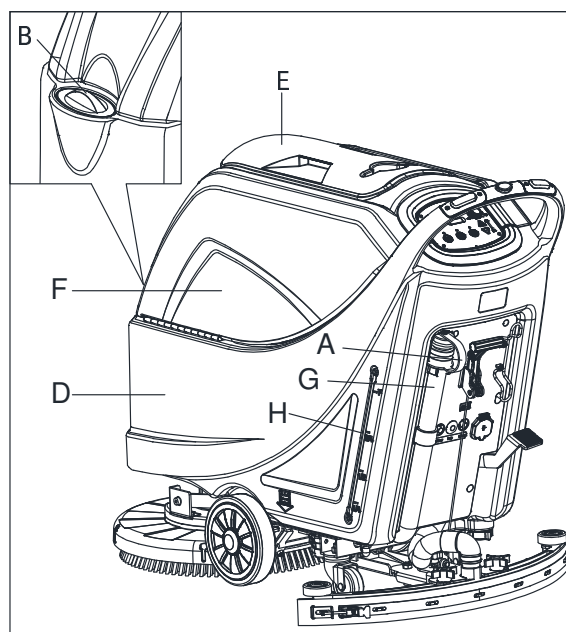

Рисунок 7
1. Откройте крышку заливного отверстия для воды (В, Рисунок 7).